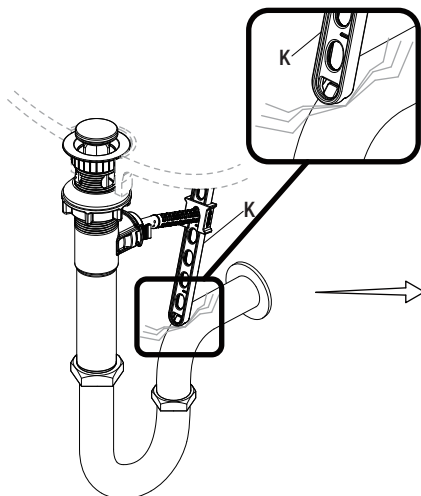

Fig. 1
- Si la sangle de la tige de levage de l'évacuation mécanique (K) gêne votre installation, comme illustré sur la Fig. 1, la sangle de la tige de levage (K) peut être raccourcie.